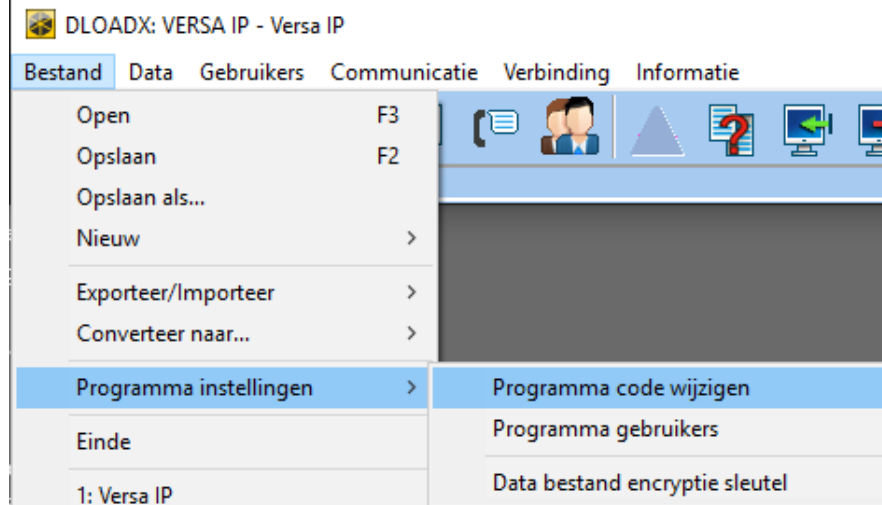

Fig. 5. Wijzigen toegangscode van het DLOADX programma.
1. Klik op “Bestand” → “Toegang instellingen” → “Programma code wijzigen” (Fig. 5). Een venster zal openen waar u de nieuwe code kunt invoeren.
*U kunt ook meer gebruikers toevoegen voor toegang tot het DLOADX programma en de daarvoor bijbehorende rechten in te stellen (“Bestand” → “Toegang instellingen” → “Programma gebruikers” – zie: Fig. 5).*